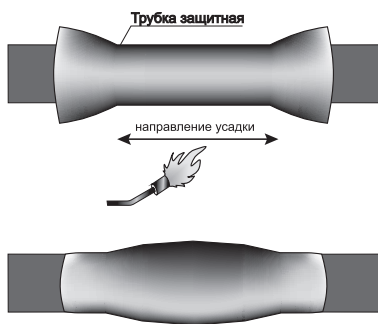

Рисунок 22
4.42 Надвинуть термоусаживаемую защитную трубку на муфту, расположив её симметрично относительно центра муфты, и усадить, начиная с середины, равномерно разогревая её в одну и другую сторону. После усадки по торцам трубки должен быть виден выступивший расплавленный клей (рисунок 22).